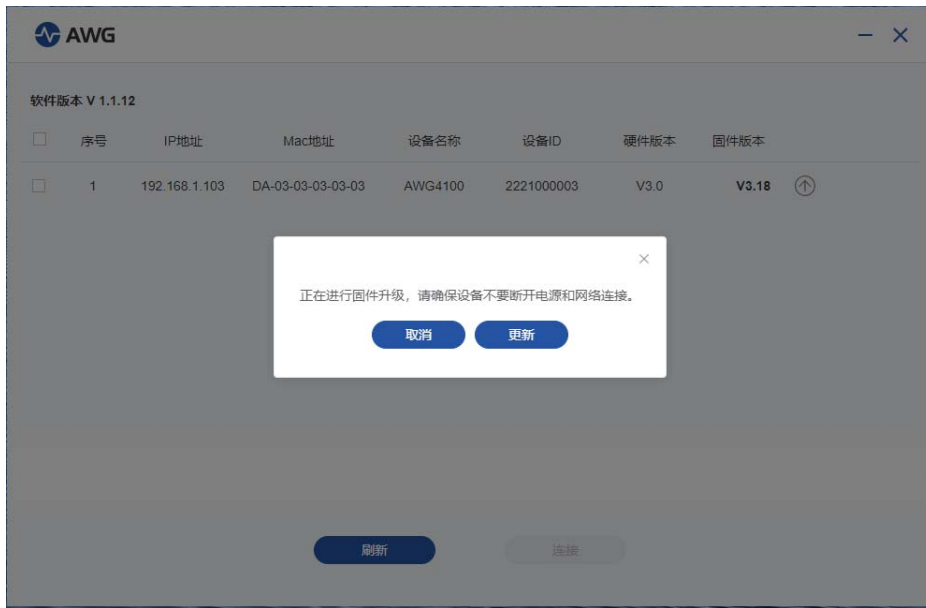

图 3.2.2 固件更新提醒信息
1、单击控件，弹出固件更新提醒信息，如图 3.2.2 所示。